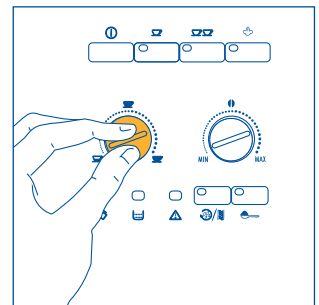

Fig.8
- 3) Réglez le bouton de gauche (fig. 8) pour programmer la quantité de café désirée. Plus vous tournez dans le sens des aiguilles d'une montre et plus le café obtenu sera allongé. Lors de la première utilisation, il faut procéder par tentatives et faire plusieurs cafés pour trouver la bonne position du bouton.